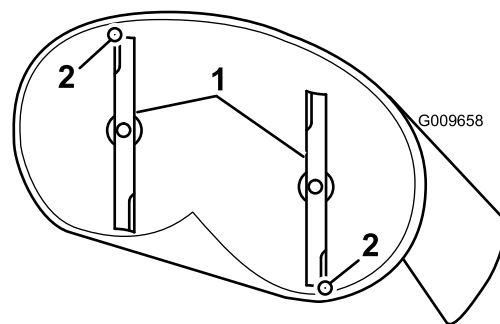
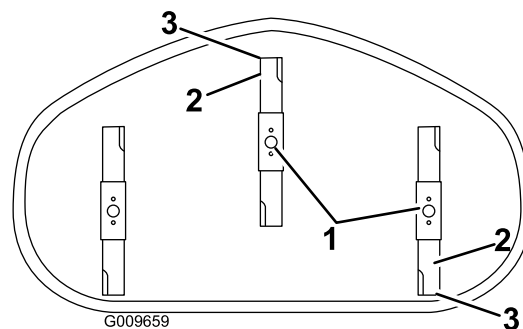

Figura 56
Figura 57
4. Gire cuidadosamente las cuchillas colocándolas en el sentido de avance de la máquina (Figura 56 y Figura 57).
5. Mida entre la punta de la cuchilla delantera y la superficie plana y entre la punta de la cuchilla trasera y la superficie plana (Figura 56 y Figura 57). Si la punta de la cuchilla delantera no está entre 1,6 y 7,9 mm (1/16 y 5/16 pulg.) más baja que la punta de la cuchilla trasera, ajuste la contratuerca delantera.
- Compruebe la inclinación longitudinal de nuevo después del ajuste. Siga ajustando la tuerca hasta que la punta de la cuchilla más avanzada esté entre 1,6–7,9 mm (1/16 y 5/16 pulgada) más baja que la punta de la cuchilla más atrasada (Figura 56 y Figura 57).